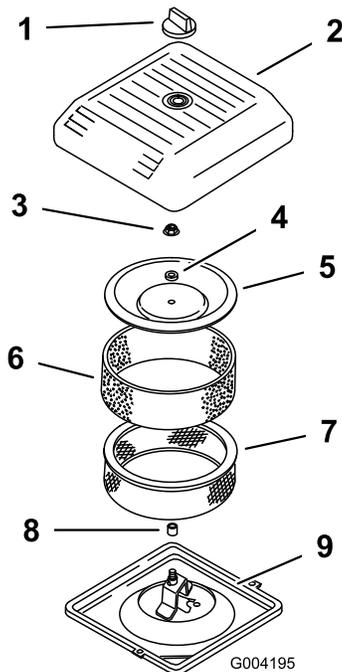

Figura 15
2. Desaperte o botão e retire a cobertura do filtro de ar (Figura 15).
3. Faça deslizar cuidadosamente o filtro prévio de esponja do elemento de papel (Figura 15).
4. Desaperte a porca da cobertura e retire a cobertura, o espaçador e o filtro de papel (Figura 15).
2. Coloque a estrutura do filtro do ar na base do filtro do ar (Figura 15).
3. Coloque a cobertura, o espaçador e aperte com a porca da cobertura (Figura 15). Aperte as porcas a 10,7 Nm.
4. Coloque a cobertura do filtro de ar e fixe-a com o botão (Figura 15).